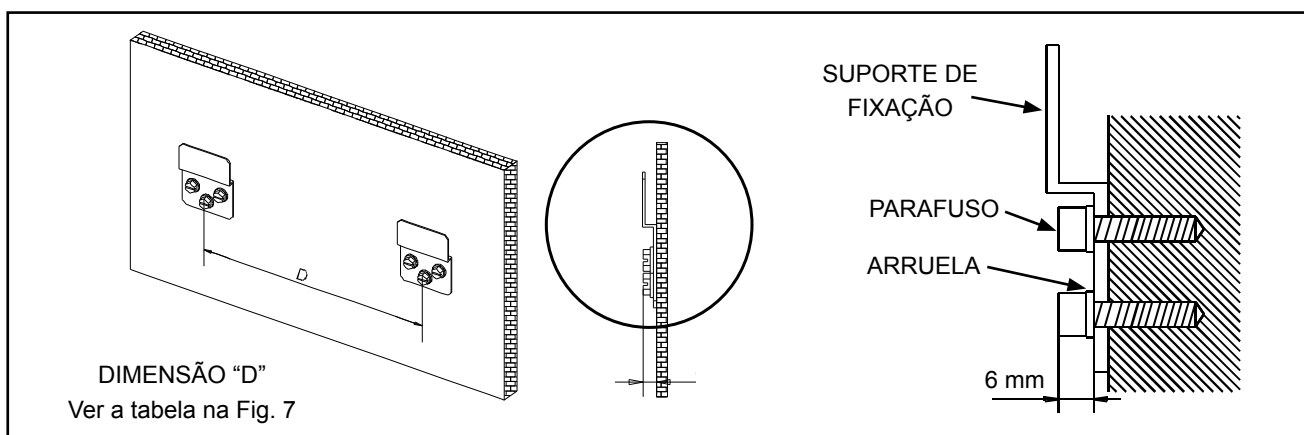

Figura 10
- d) A figura 10 indica a posição dos parafusos de montagem nos suportes de fixação. Instale os suportes na parede através do uso dos parafusos de montagem, porcas e arruelas.